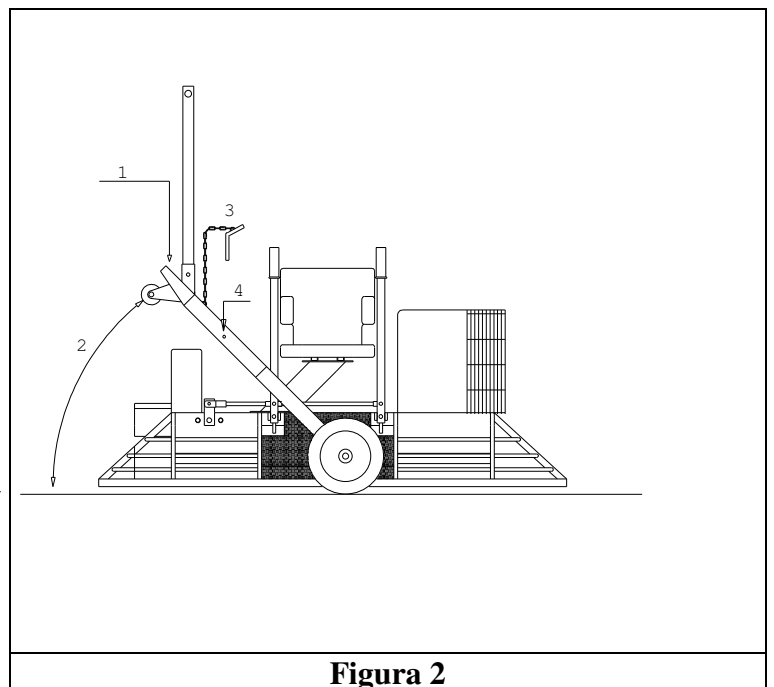

Figura 2
- Verifique el nivel de aceite de la caja reductora (Figura 2).
- Hay dos (2) tapones en el costado de la caja. El tapon superior determina el nivel de aceite, y el inferior es para drenaje.